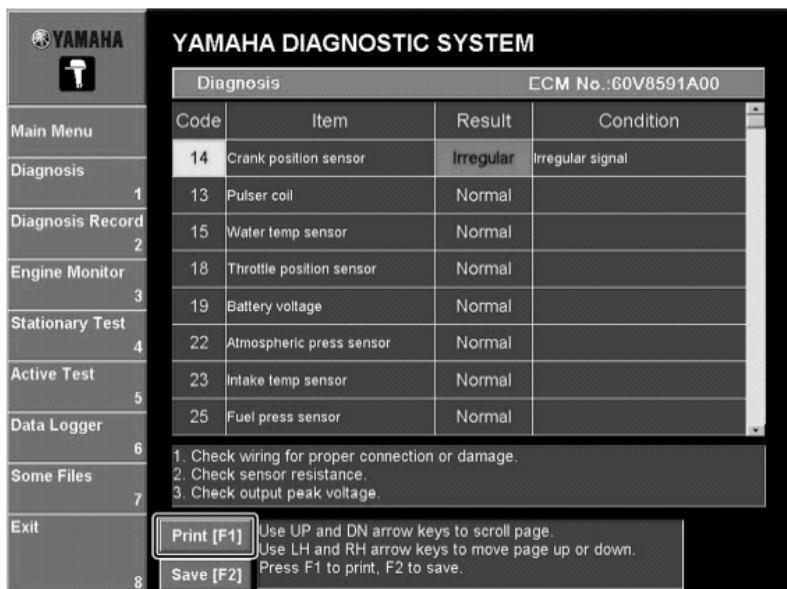

Рис. 35
1. Щелкнуть по **Печать(Print [F1])** или нажать клавишу F1 на клавиатуре, отображается Диалоговое окно **Печать(Print)**. (Рис. 35)